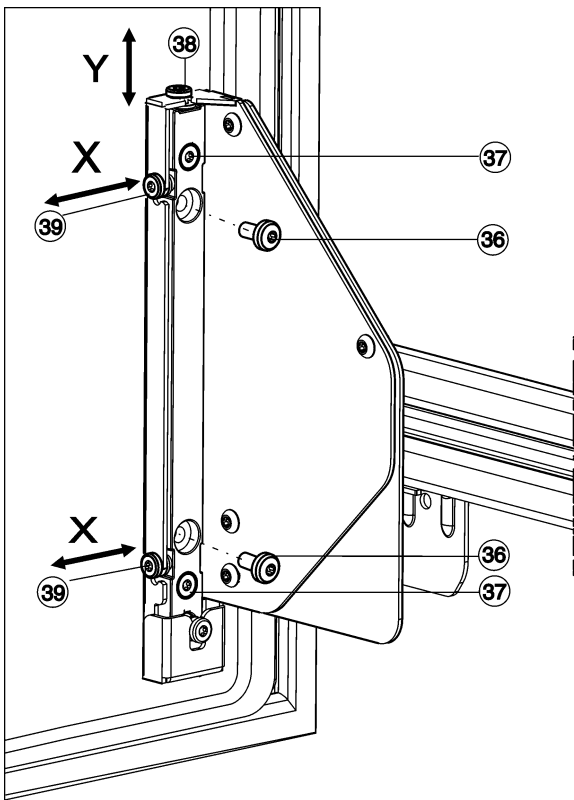

Fig. 27
- ▶ Полностью выкрутите винты Fig. 27 [36].
- ▷ Винты Fig. 27 [36] можно утилизировать, они больше не понадобятся.
- ▶ Отпустите винты Fig. 27 [37] только на 1-2 оборота.
- ▶ Снова затяните все винты Fig. 27 [37].
- ▶ Если винты Fig. 27 [36] ещё имеются, то выкрутите их полностью.
- ▶ Отрегулируйте установочные винты Fig. 27 [39] в зависимости от требуемого бокового направления юстировки.
- ▶ После окончания боковой юстировки свода прочно затяните винты Fig. 27 [37].